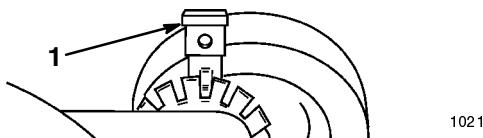

Figure 56
1. Tirez le levier de réglage de hauteur vers la roue et sélectionnez la position souhaitée (Fig. 56).